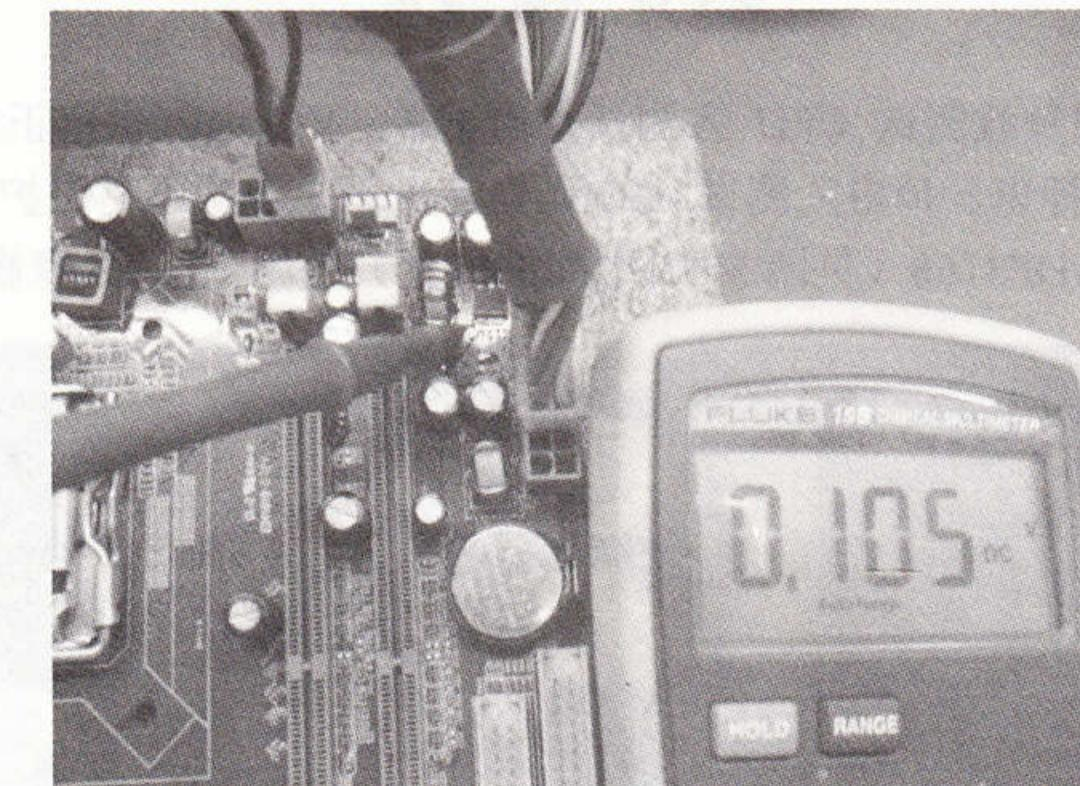

图 5-57 无内存供电图
**故障现象：**点不亮。上电测试，发现无内存供电，如图 5-57 所示。